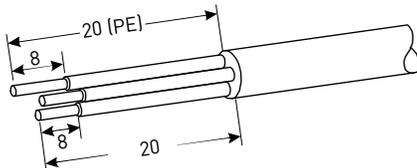

Figura 4-22: Ligação do relé
Passo 1: Prepare os cabos de acordo com a Figura 4-22 e passe-os através dos prensa-cabos impermeáveis.